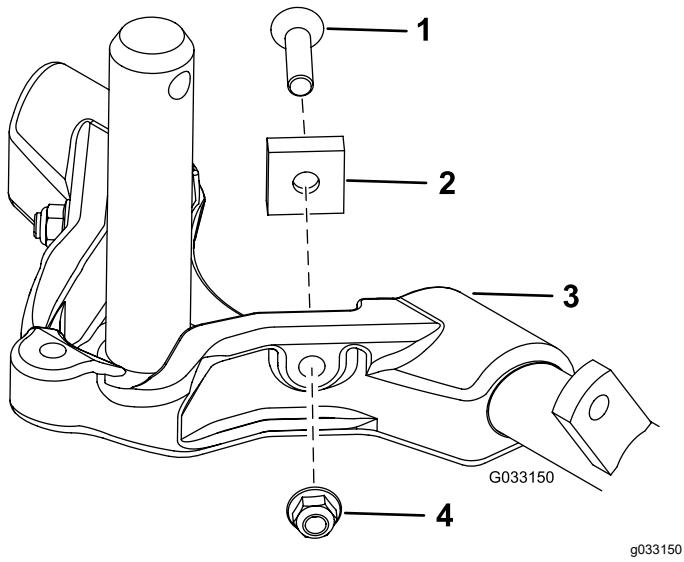

Figura 15
7. Aumente el alcance de la dirección de las unidades de corte traseras retirando los 2 espaciadores de pivote, tornillos allen y contratuerca con arandela prensada (Figura 15) de los bastidores de tiro de las unidades de corte traseras (Unidades de corte 2 y 3); consulte Figura 12.